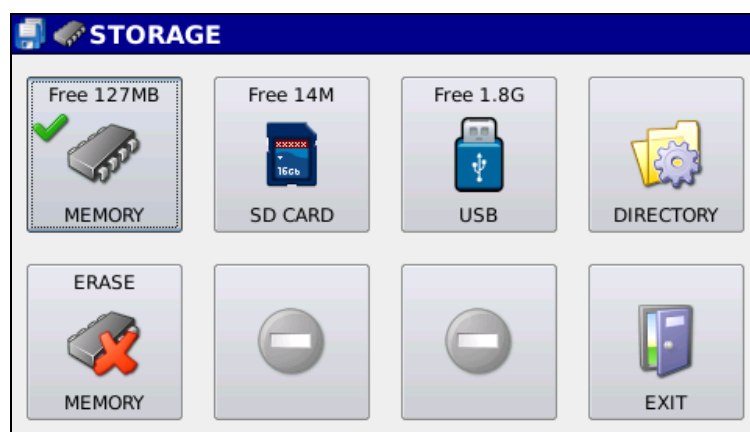

Figura 4.2: Pannello Storage. Memoria interna selezionata per il salvataggio delle misure.
4.1 Premendo il tasto  si accede alla pagina (Figura 4.2) di gestione delle periferiche su cui si desidera il salvataggio dei dati